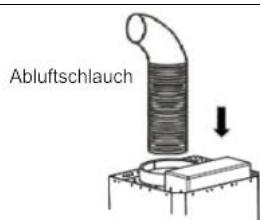

Fig. 3
6. Monter udsugningsslangen på udblæsningsstudsen (fig. 3).